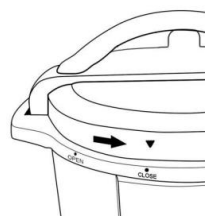

Figura 3
Prestare attenzione ai segni “OPEN” (“APERTO”) e “CLOSE” (“CHIUSO”) al bordo del corpo della pentola a pressione (13) e “▼” sul bordo del coperchio (2). Per una regolare chiusura e bloccaggio del coperchio della pentola a pressione (2) allineare sempre i segni “CLOSE” sull’anello superiore (9) e “▼” sul bordo del coperchio (2) (Figura 3).